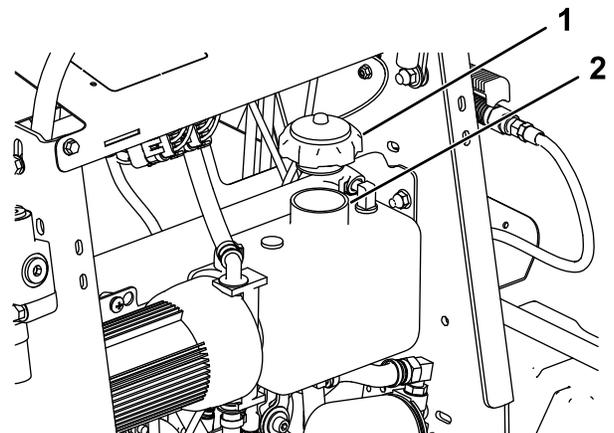

Figure 51
2. Retirez le bouchon du réservoir hydraulique (Figure 51).